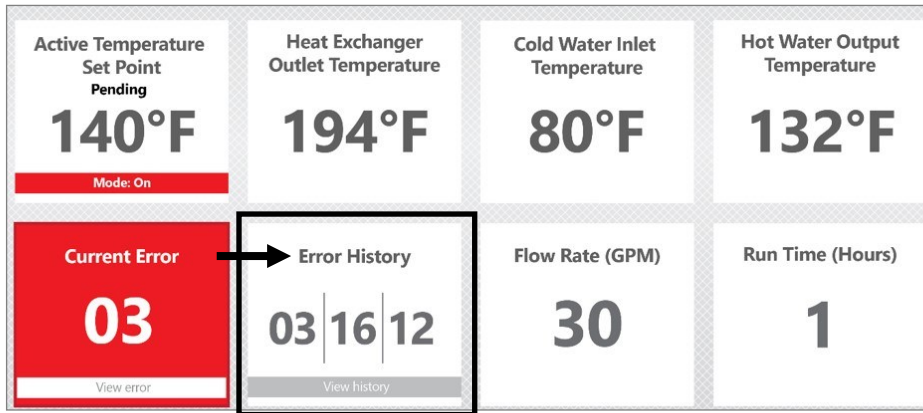

Fig 82. Error History Parameter Box
1. Press the “Error History” parameter box (Fig 82).